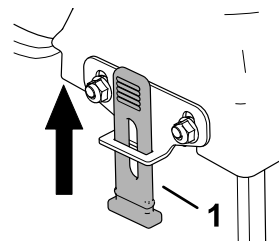

Figura 8
2. Instale um trinco de borracha em cada placa (Figura 8).